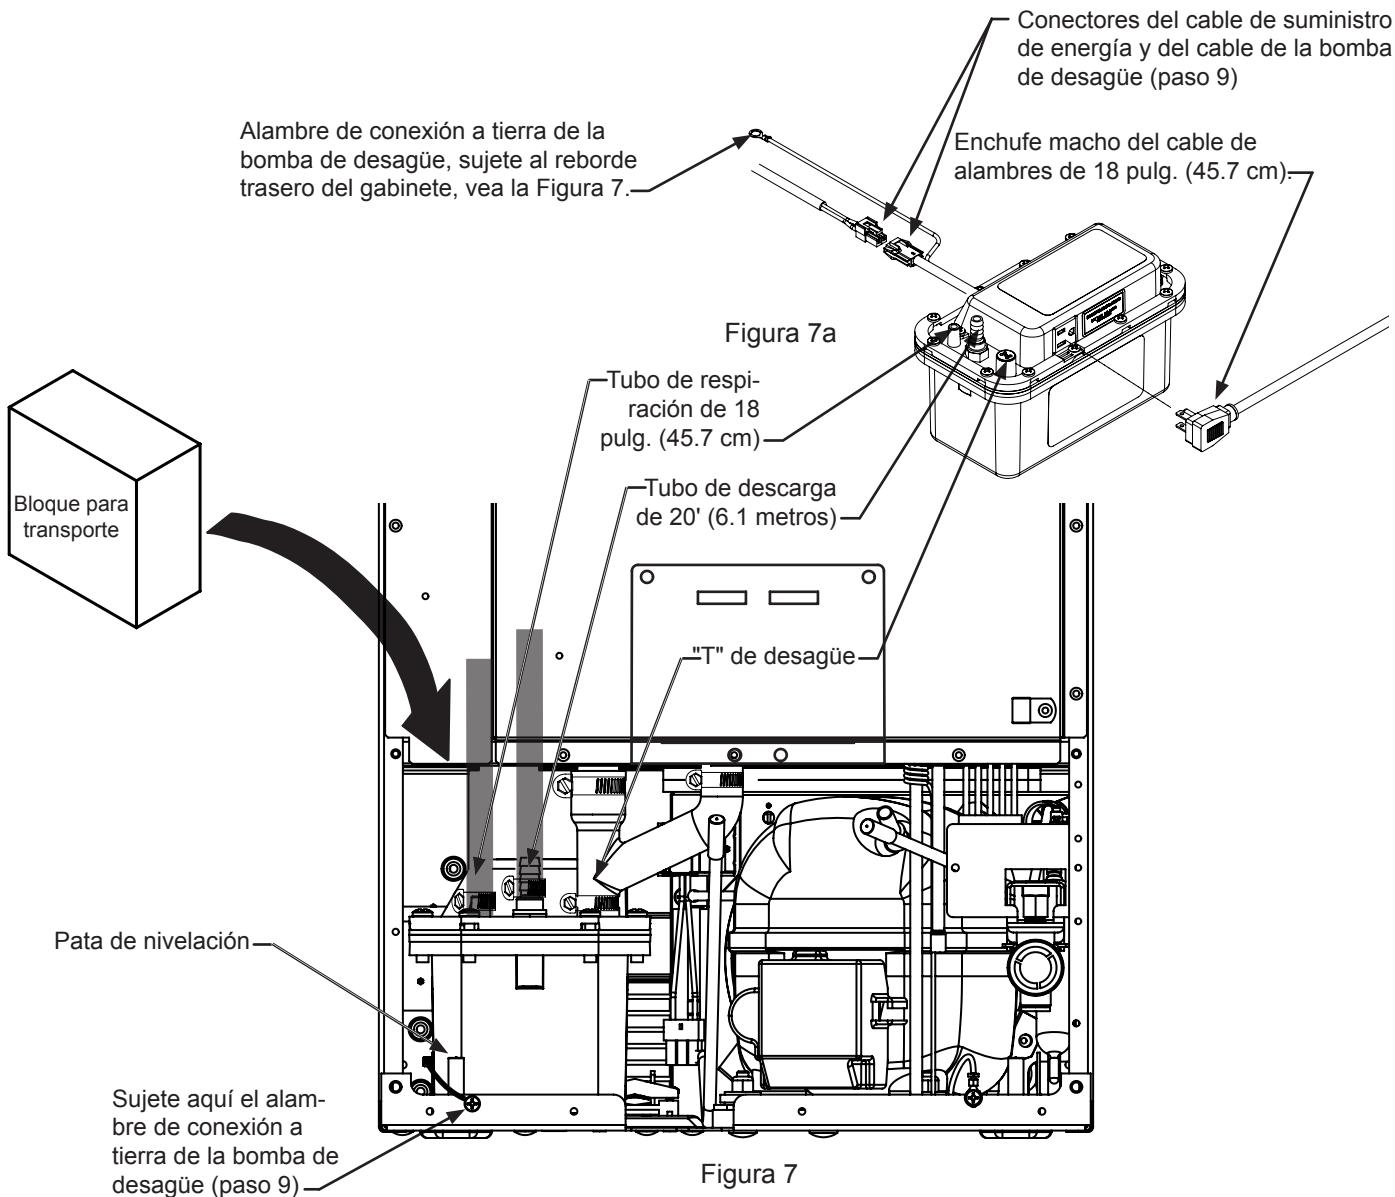

Figura 7
8. Remueva la pata de nivelación ubicada en la esquina trasera izquierda. Vea la Figura 7. Inserte la bomba de desagüe en la parte trasera del gabinete de modo que las conexiones de tubo queden posicionadas según se muestra.
10. Conecte el conector del cable de suministro de energía al conector del cable de la bomba de desagüe (vea la Figura 7a), y sujeté el alambre de conexión a tierra de la bomba de desagüe al reborde trasero de la base del gabinete tal como se muestra en la Figura 7. Inserte el enchufe macho del cable de alambres de 46 cm (18 pulg.) en el tomacorriente ubicado en el lado de la bomba de desagüe.